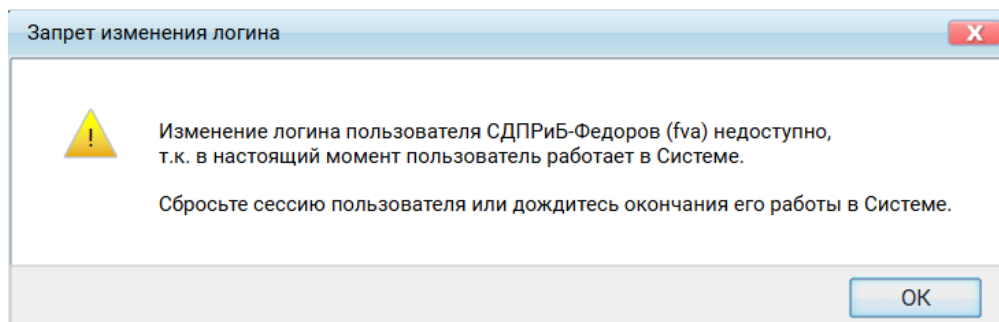

Рисунок 7.35 – Модальное окно «Запрет изменения логина»
- Пользователь авторизован в Системе – открывается модальное окно «Запрет изменения логина» (Рисунок 7.35).